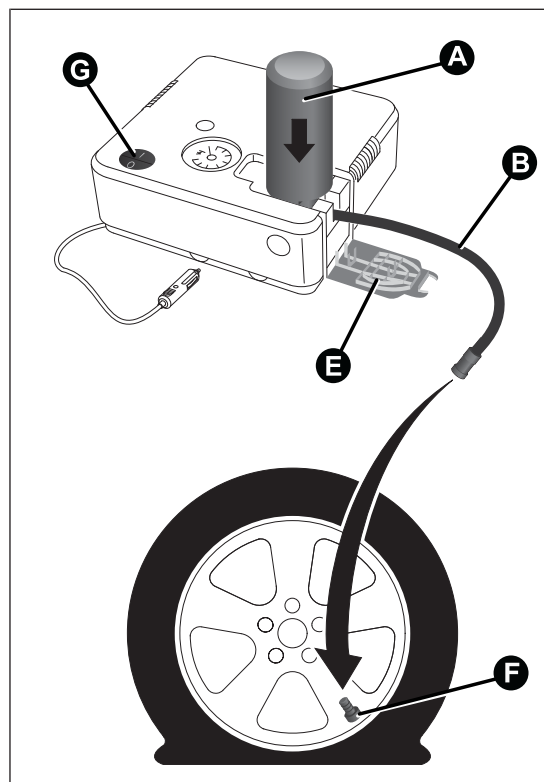

fig. 121
- localiser le tuyau de remplissage B fig. 121 déjà branché à la bombe aérosol A ;